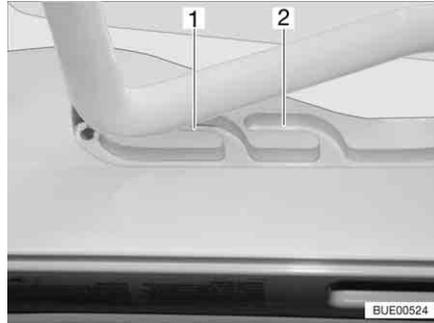
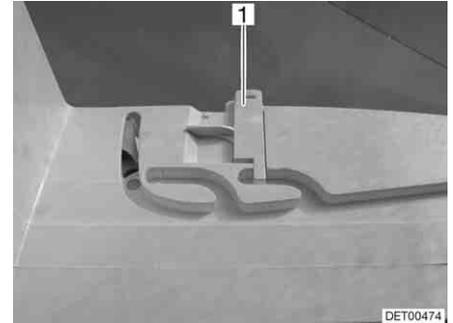

Fig. 59 Claraboya Heki en posición de ventilación
Fig. 60 Bloqueo de la posición de ventilación
La claraboya Heki se puede colocar en dos posiciones de ventilación: Posición de mal tiempo (Fig. 59,1) y posición mediana (Fig. 59,2). Según el modelo, la claraboya podrá ser bloqueada en la posición mediana con el pestillo (Fig. 60,1).
- Presionar el estribo ligeramente hacia arriba y empujarlo en la guía seleccionada (Fig. 59,1 ó 2) y, si fuera necesario, bloquearlo.